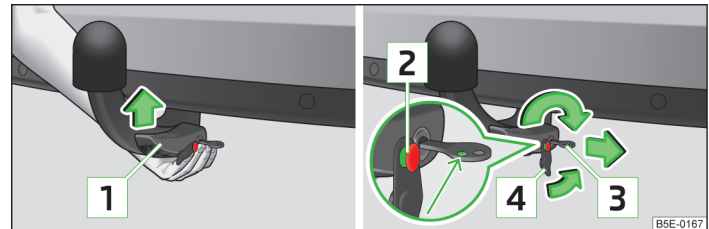

Abb. 144 Kugelstange einsetzen / Schloss verriegeln und Schlosskappe aufsetzen
- › Die Kugelstange **von unten** » **Abb. 144** fassen und in den Aufnahmebohrer bis zum hörbaren Einrasten einsetzen » **!**.